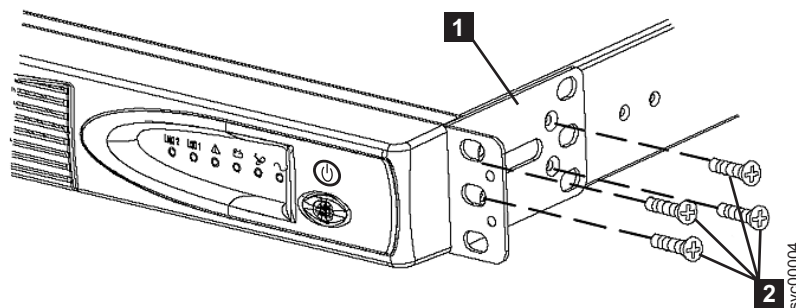

図 26. 2145 UPS-1U用サポート・レールのラックへの取り付け
3. 図 26 に示されるように、取り付けブラケットごとに 4 つの M3 × 6 ねじ **2** を使用して、取り付けブラケット **1** の長い側を 2145 UPS-1U の各側面に取り付けます。